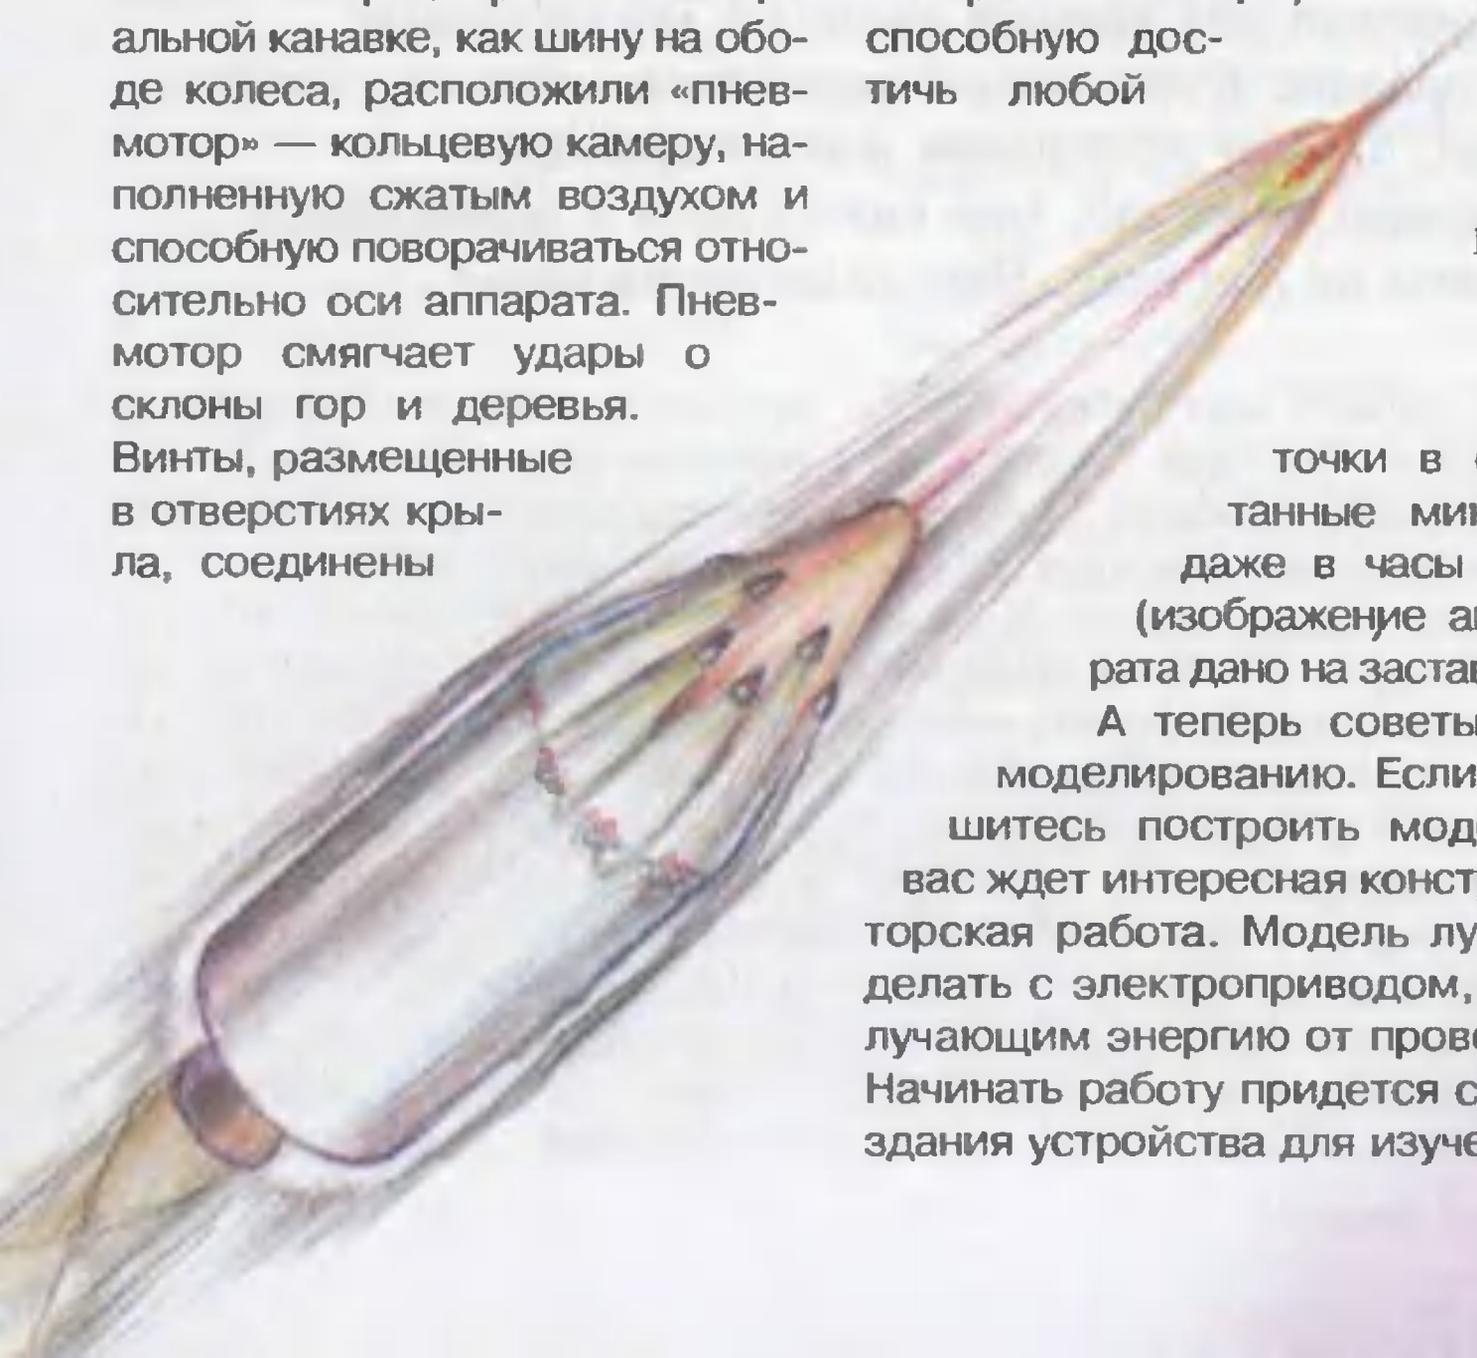

Рис.2
Физический процесс, положенный в основу, весьма необычен и сложен, поэтому расскажем о нем в самых общих чертах. Но вначале немного физики. Любое тело, движущееся со сверхзвуковой скоростью, неизбежно сжимает перед собой воздух. Это приводит к его нагреву и образованию ударных волн, на что тратится много энергии. При движении с дозвуковой скоростью воздух успевает расступиться перед телом, ударные волны не образуются, а сопротивление получается сравнительно небольшим. Авторы изобретения нашли способ заставить воздух раздвигаться перед телом, движущимся с гиперзвуковой скоростью (рис. 2).
справляется с «обработкой» сравнительно сильных сигналов, несущие частоты которых модулированы по амплитуде (AM). Для сравнительно слабых сигналов такого рода лучше применить триодный детектор на транзисторе (VT1 на рис. 2). Если питающее напряжение значительно ниже указанного, величину сопротивления резистора R2 следует уменьшить. Нагрузочный резистор R3, как и R1 на рисунке 1, часто берется переменным и используется в качестве регулятора громкости, когда за де-